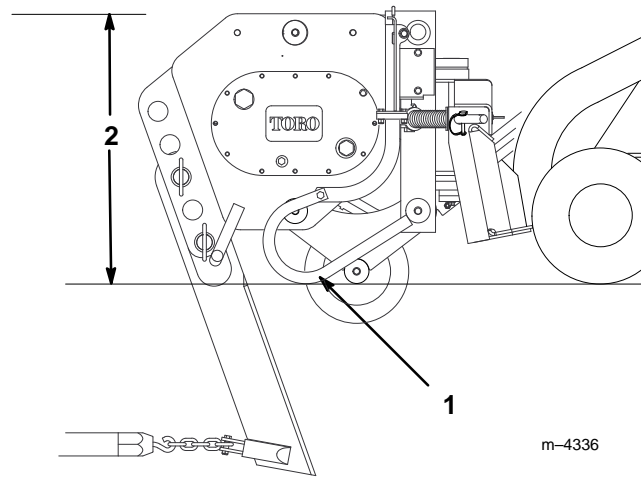

Figure 9
5. Incliner la plaque d'attelage à fond vers l'arrière pour que le dessus de la charrue soit parallèle au sol (Fig. 9).